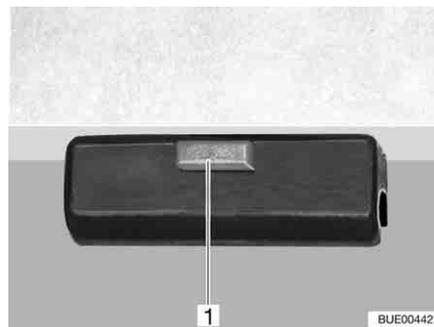

Fig. 104 Bloqueo
- Soltar el bloqueo (Fig. 104,1) del tablero de la mesa.